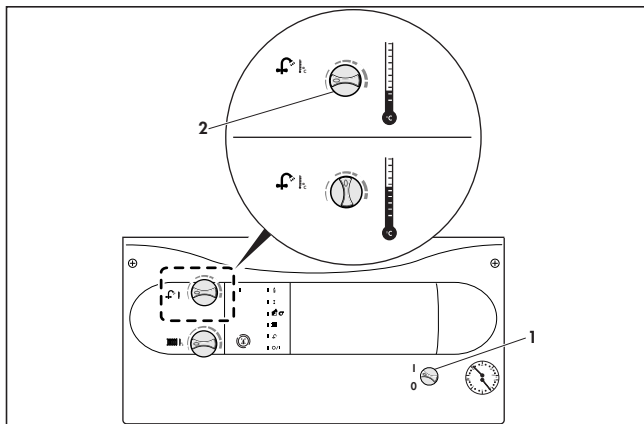

Рис. 5: Режим приготовления горячей воды
! **При жесткости воды больше 3,5 мг.экв/л (1,79 моль/м³) поворотную ручку (2) рекомендуется устанавливать максимум в среднее положение (рис. 5).**